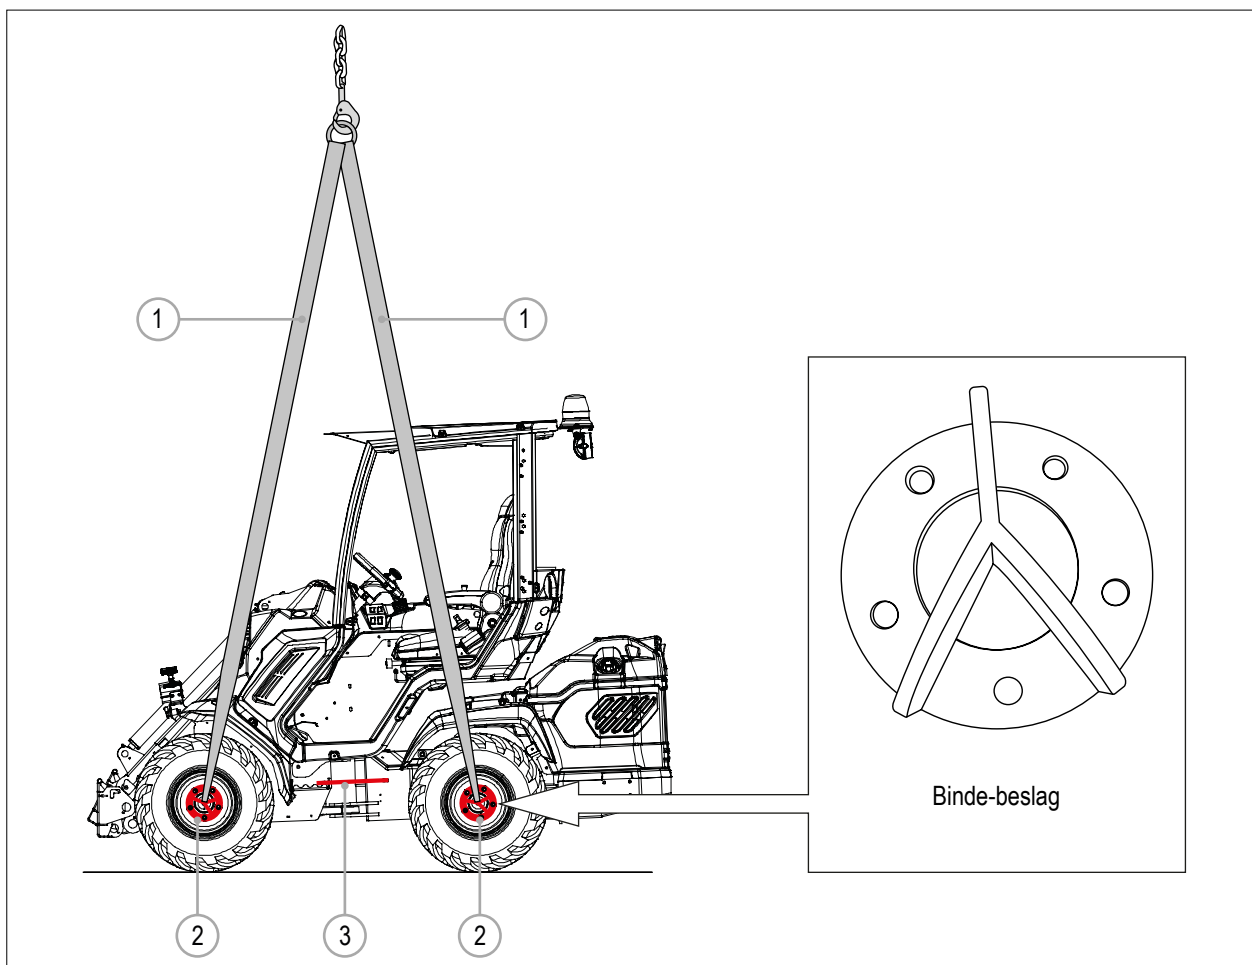

FIG. 17
DET ER VIGTIGT AT MONTERE FØSTNINGSBESLAGENE (OPTION) PÅ ALLE HJUL (SE FIG. 17).
- 2) Monter styretøjets løsebeslag (FIG. 17 - Ref.3).
- 3) Fastgør løftestropperne (FIG. 17 - Ref.1) til fæstningsbeslagene på alle hjul (FIG. 17 - Ref.2). For at undgå skader på maskinen under løft, er det vigtigt at sikre sig, at stropperne ikke berører maskinens skårmø etc.